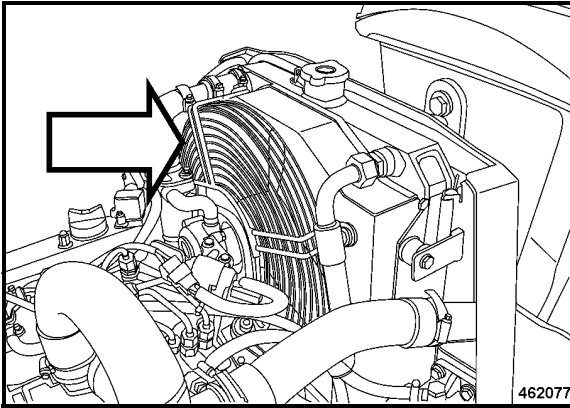

Fig. 137
- Remove the fan grille (Fig. 137).